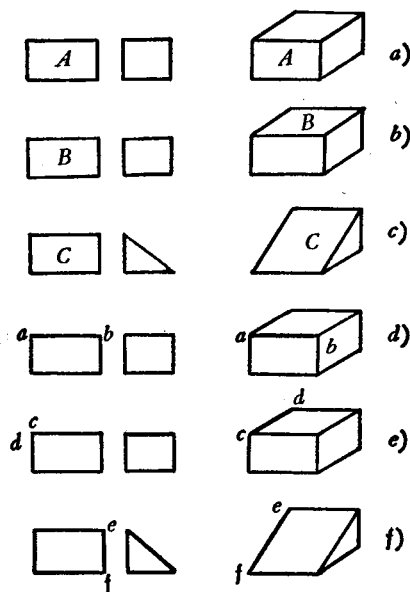

图16 正投影原理示意图。
1. 当一个平面和投影面平行的时候，它在那个投影面上的投影等于它的实形（如图 16 a 上的 A 面）。
2. 当一个平面和投影面垂直的时候，它在那个投影面上的投影是一条直线（如图 16 b 上的 B 面）。
3. 和投影面傾斜的平面，所投影的面，比原来的实形要小些（如图 16 c 上的 C 面）。
4. 和投影面平行的直线，在投影面上是它的实形（如图 16 d 上的直线 ab）。
5. 和投影面垂直的直线，在投影面上是一个点（如图 16 e 上的 C 点）。
6. 当一直线和投影面傾斜时，它在那个投影面上的投影比它原来的实长要短些（如图 16 f 上的直线 ef）。